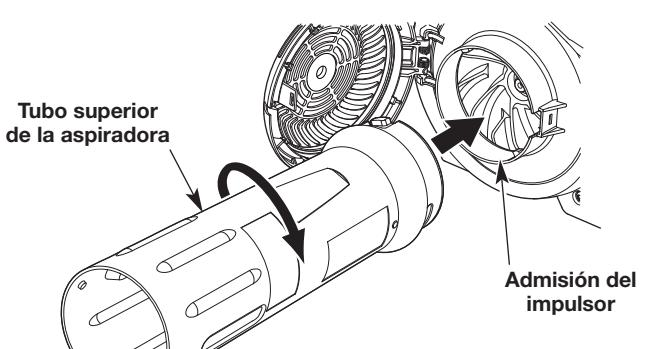

Fig. 4
3. Inserte el tubo superior de la aspiradora en la admisión del impulsor (Fig. 4).
4. Con ambas manos, gire el tubo superior de la aspiradora hacia la derecha hasta que calce en su lugar (Fig. 4).